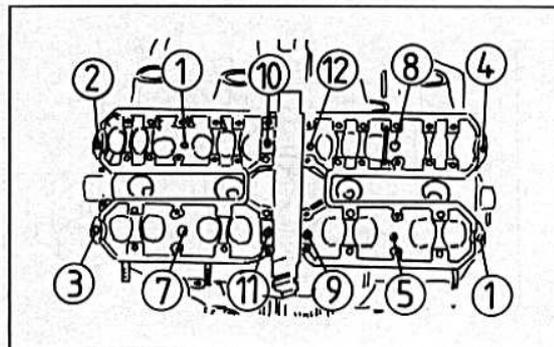

Bild 128
- Mittels 6-mm-Inbussteckschlüssel die Zylinderkopfschrauben lösen (Bild 128).